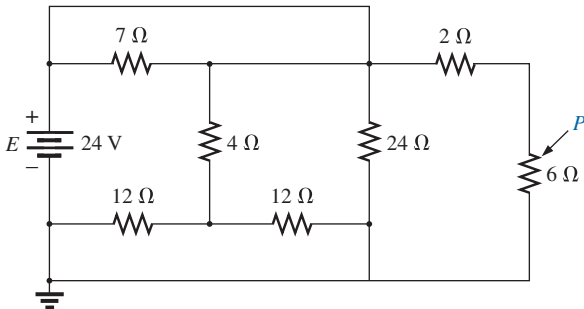

Figura 7.87 Problema 28.
- \*28. Determine a potência dissipada pela resistência de carga de 6  $\Omega$  vista na Figura 7.87.